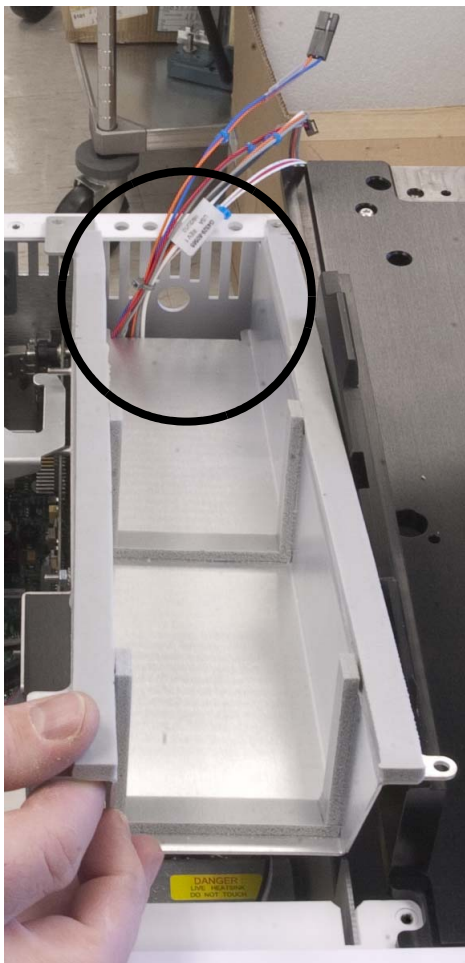

Figura 33 Instalación del soporte de la placa de control de la alimentación Peltier
- a** Pase los cables por la abertura de la parte posterior del soporte de la placa de control de la alimentación Peltier, como se muestra en la Figura 33.